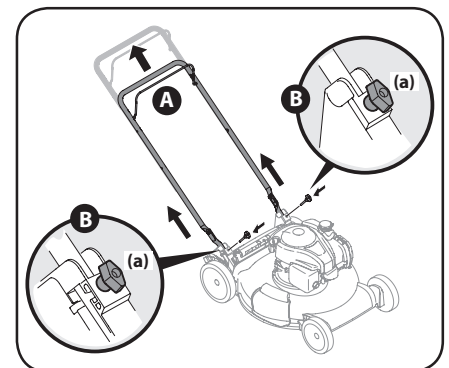

Figura 2-4
- a. Tire hacia arriba en la manija hasta que los orificios de la manija inferior (mostrados en la vista en corte) se alineen con los orificios de la ménsula de la manija. Consulte la Figura 2-4.
- b. Inserte los pernos T (a), quitados en el paso 4, a través de la ménsula de la manija y la manija inferior, y ajuste bien para asegurar la manija en el lugar. Consulte la Figura 2-4.